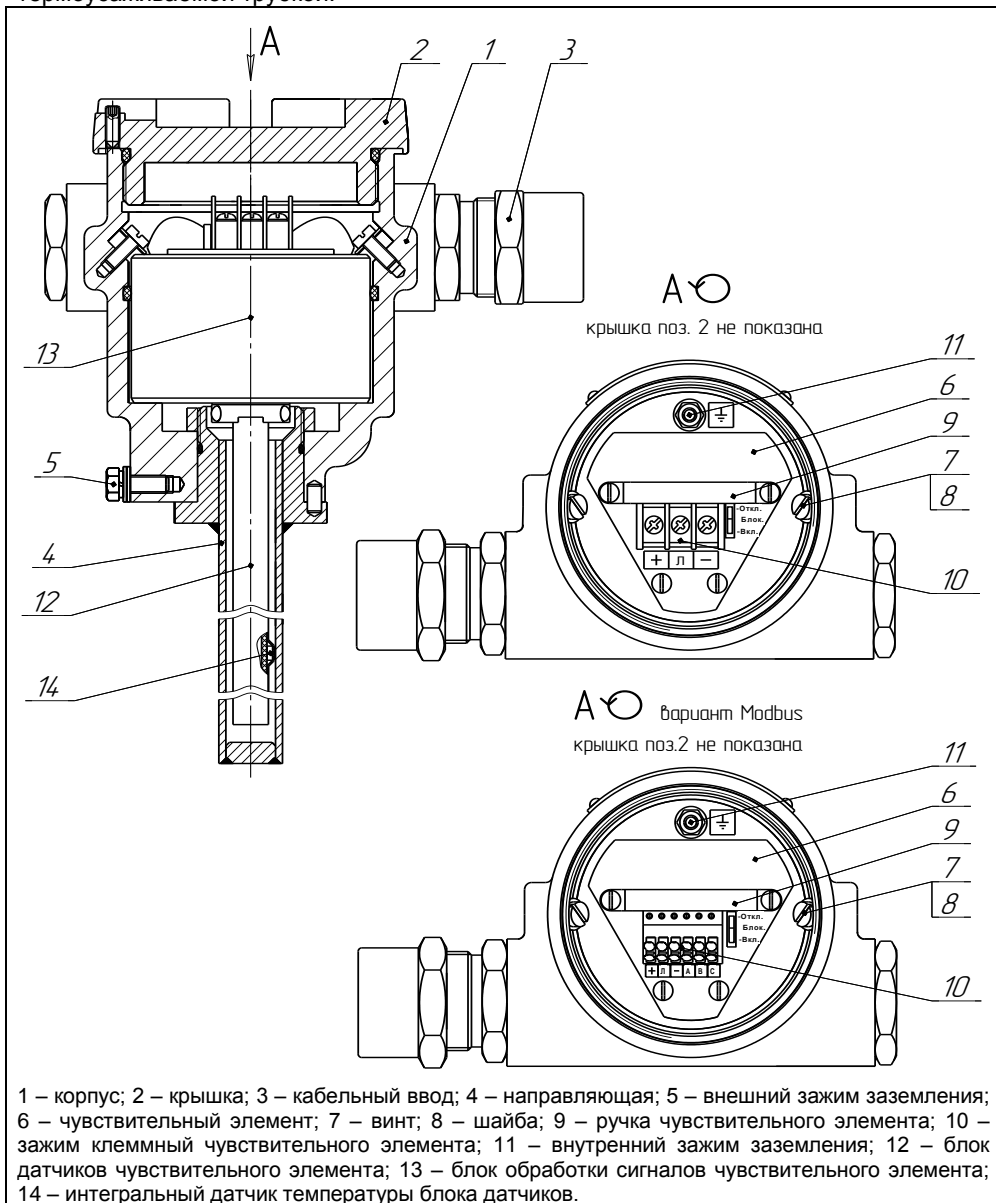

Рисунок 9
1.5.1 Корпус 1 преобразователя с крышкой 2, кабельными вводами 3 и направляющей 4 образуют взрывонепроницаемую оболочку преобразователя (см. рисунок 9). На направляющей устанавливаются устройство крепления, поплавки и ограничители хода поплавков (см. рисунки 1, 2, 6, 7).
Оболочка на корпусе имеет наружный зажим заземления 5 (см. рисунок 9).